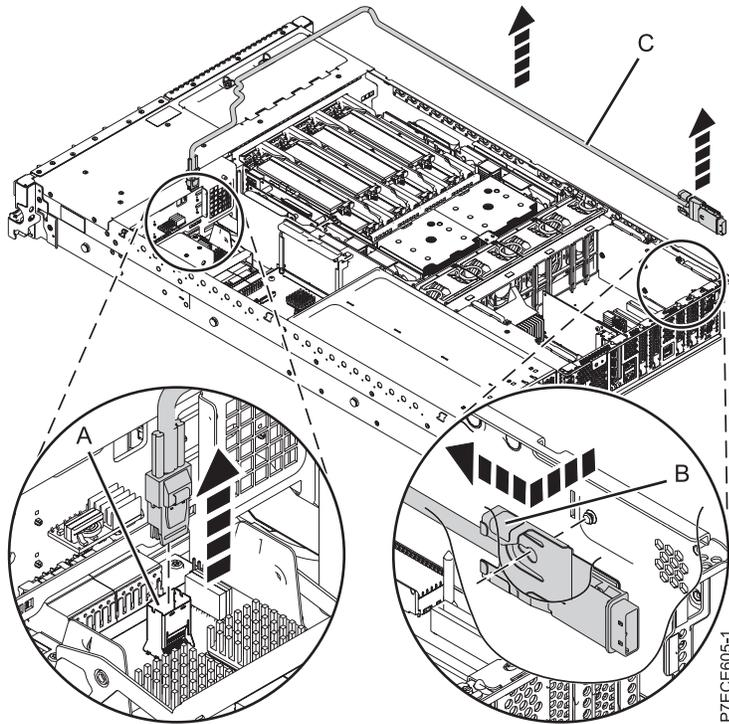

Figure 39. Retrait du port SAS externe
- 1) Appuyez sur le taquet latéral (**B**) et retirez le blindage SAS du port de connexion SAS externe sur le fond de panier de l'unité de disque. Voir figure 39, à la page 55.